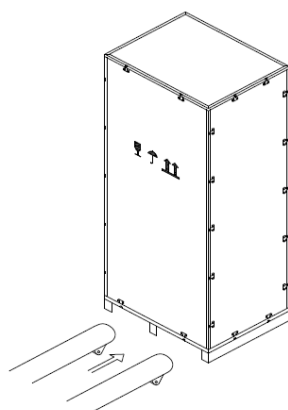

Рисунок 3-3. Перевозка к месту монтажа
- 2) Перевозить оборудование к месту монтажа вилочным погрузчиком, как показано на рис. 3-3.